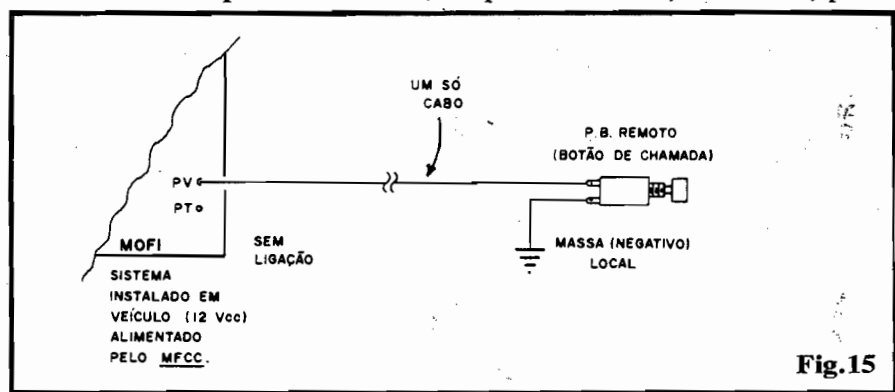

Fig. 15
- FIG. 15 - LIGAÇÃO DOS PUSH-BUTTONS DE CHAMADA EM VEÍCULOS - Nesse caso, dos pontos existentes na placa do MOFI e destinados as ligações do push-button remoto, é possível simplesmente ignorar a conexão marcada com "PT", puxando-se apenas um cabinho do ponto "PV" até um dos terminais do push-button remoto! O outro terminal do dito push-button será,
VER POSSIBILIDADE DE SIMPLIFICAÇÃO DA FIAÇÃO EM VEÍCULOS. (FIG. 15)